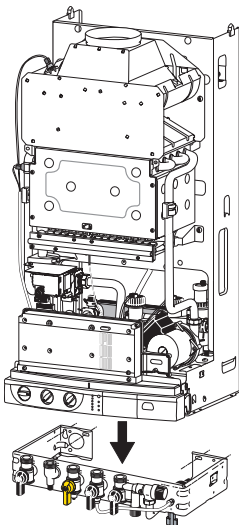

Fig. 9
- zet de ketel boven het kranenstelsel en laat hem hierover neer (fig. 9). De bevestigingslippen zullen voorkomen dat het toestel omkantelt